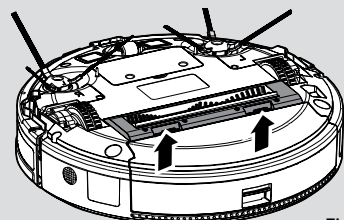

Fig. 22
2. Retournez le Robot. **[Fig. 22]**